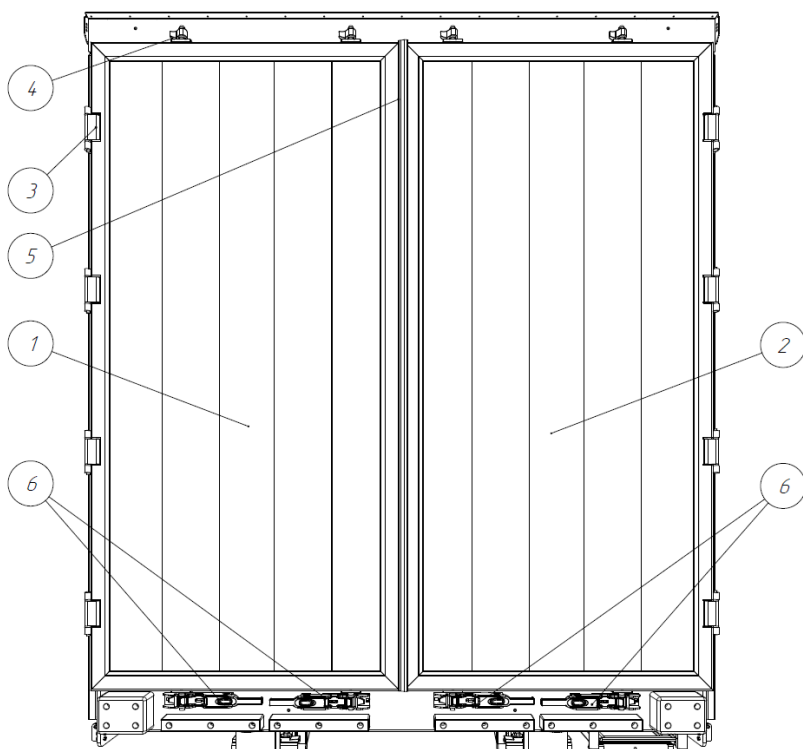

Рис. 1.28 – Задние распашные ворота
Задние распашные ворота (рис. 1.28) состоят из двух створок – левой (1) и правой (2). Створки могут быть изготовлены из алюминиевого профиля или стали. Каждая створка имеет четыре петли навески (3), два штанговых механизма запираения (4) в каждой и резиновый уплотнитель по контуру (5). В нижней части каждой створки расположены две ручки механизма запираения (6) для открывания и закрывания створки с отверстиями для пломбировки.
Автопоезд имеет ограниченные углы наклона в точке сцепки тягача и полуприцепа (пара «ССУ – шкворень»). Максимально допустимые углы наклона (рис. 1.28):